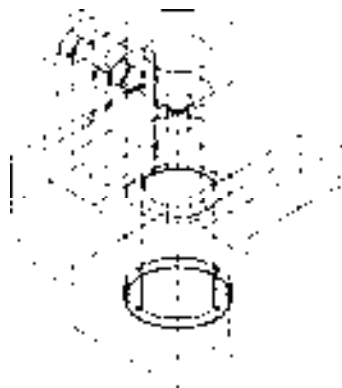

图 10-145 建立新坐标系
5) 在命令行中输入“UCS”命令，将坐标系移动到如图 10-145 所示位置。